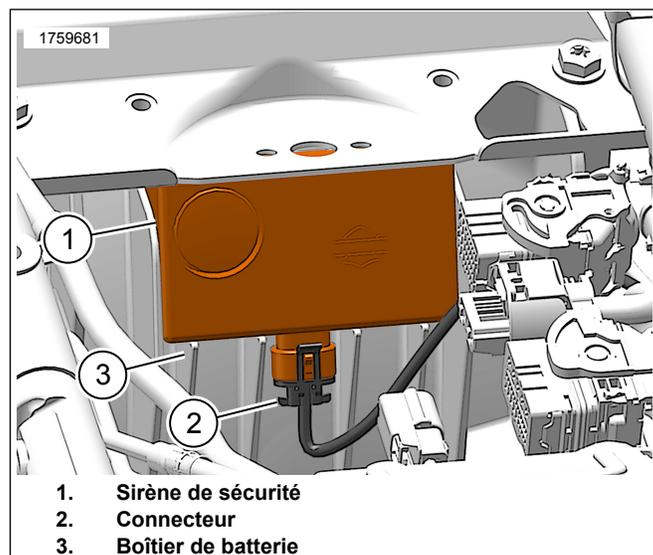

Figure 20. Sirène de sécurité (typique)
9. Voir la figure 20. Installer la sirène de sécurité.
- a. Placer la sirène de sécurité (1) sur les ailettes dans le boîtier de batterie (3).
- b. Brancher le connecteur (2).